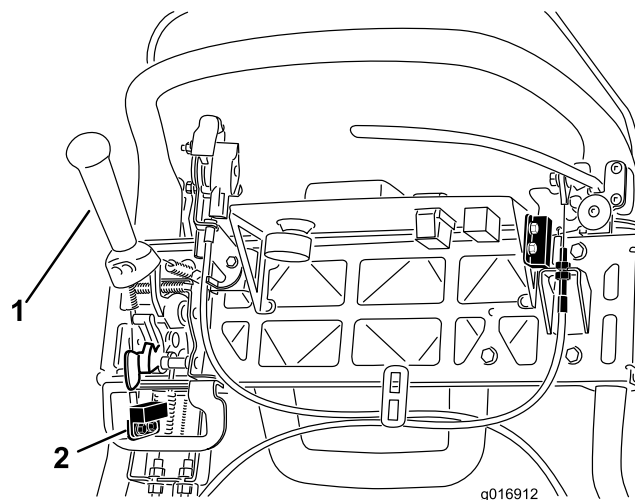

Figura 39
4. Afloje las fijaciones de montaje del interruptor de seguridad (Figura 39).
5. Coloque un suplemento de 1,6 mm (0,062 pulgada) de grosor entre la palanca de tracción y el interruptor de seguridad (Figura 39).